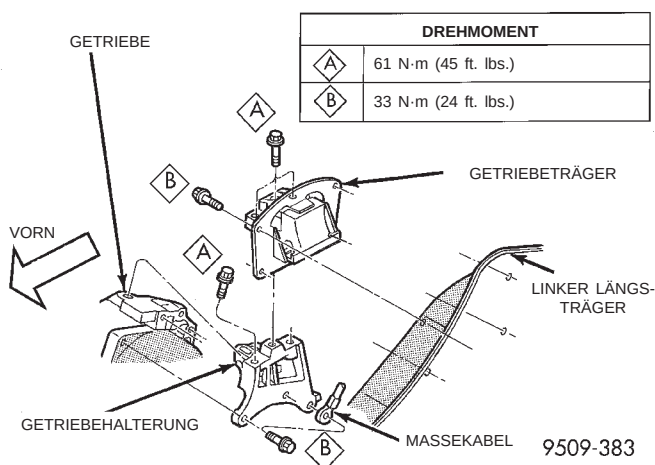

**Abb. 29 Linke Motoraufhängung—Typisch
(1) Getriebe mit einem Rangierwagenheber abstützen.
(2) Drei Halteschrauben, die die Motoraufhängung mit dem Getriebe verbinden, herausdrehen.
(3) Halteschrauben der Getriebeaufhängung herausdrehen und Aufhängung abbauen.
(4) Der Einbau erfolgt in umgekehrter Reihenfolge des Ausbaus. Vorgeschriebene Anzugsmomente siehe (Abb. 29).
(5) Zur Einstellung der Motorträger siehe entsprechenden Abschnitt in diesem Kapitel.